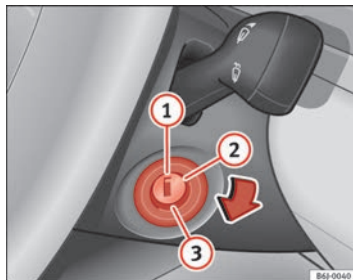

Fig. 107 Posiciones de la llave de contacto
En esta posición → fig. 107 el encendido y el motor están desconectados pudiéndose bloquear la dirección.
- Gire la llave de contacto hasta la posición ⇒ fig. 107 ②. El testigo  se encenderá en caso de precalentamiento del motor.
- En cuanto se apague el testigo, gire la llave de encendido a la posición ③ para poner en marcha el motor y no pise el acelerador.
- Gire la llave de contacto a la posición ⇒ fig. 107 ①.